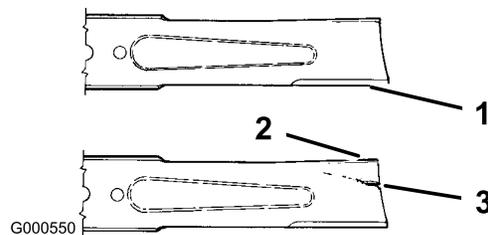

Figura 34
1. Inspeccione los filos de corte (Figura 34). Si los bordes no están afilados o tienen mellas, retire las cuchillas y afílelas; consulte Cómo afilar las cuchillas.
2. Inspeccione las cuchillas, especialmente la parte curva (Figura 34). Si observa daños, desgaste o la
formación de una ranura en esta zona (elemento 3 en la Figura 34), instale inmediatamente una cuchilla nueva.